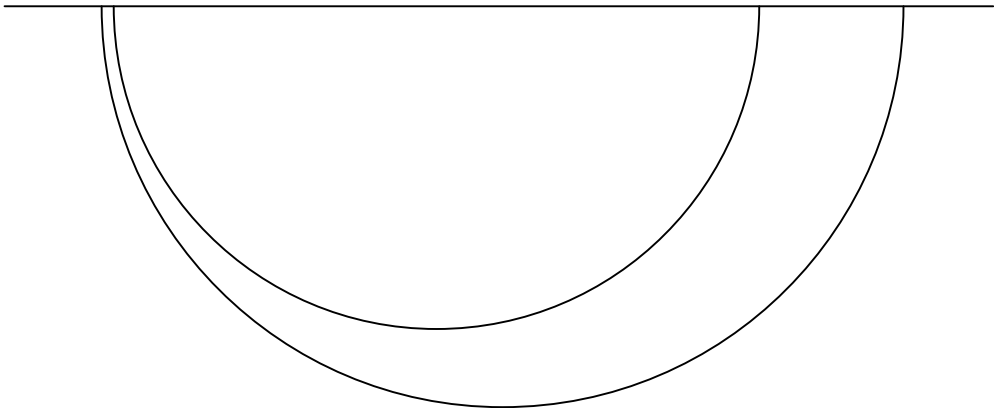

FIGURE 23
**SEE FIGURE 23 ON THE FOLLOWING PAGE.**